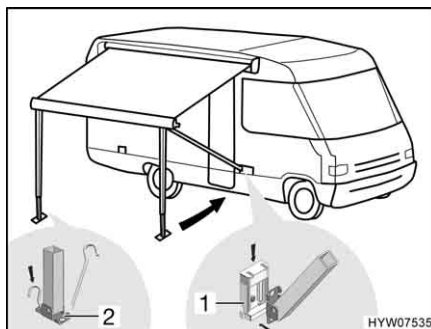

Fig. 18 Fissaggio dei montanti di supporto
- Incastrare i montanti di supporto nei supporti (Fig. 18,1) sul veicolo (se presenti), oppure fissarli sul terreno con dei puntelli (Fig. 18,2).